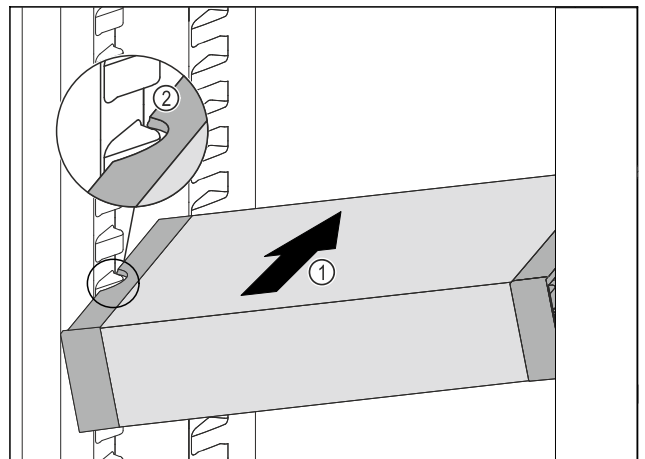

Fig. 178
- Insérer le VarioSafe en biais dans la partie réfrigérateur Fig. 178 (1) jusqu'à ce que les encoches latérales Fig. 178 (2) du VarioSafe se trouvent à la hauteur de la nervure du bac dans la partie réfrigérateur.